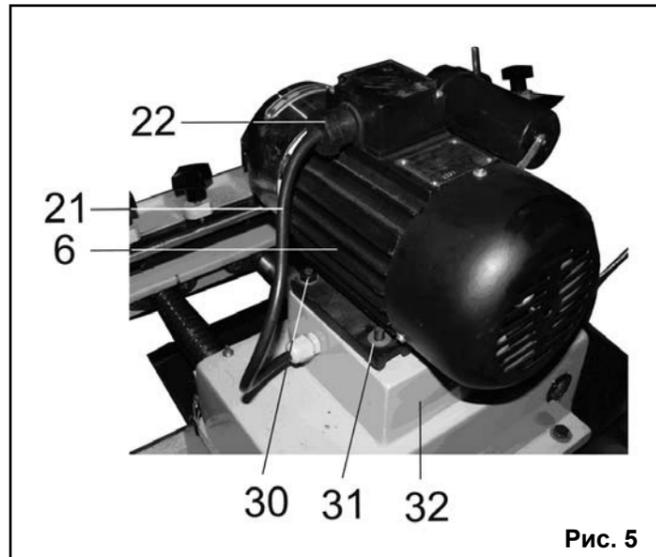

Рис. 5
8.2.4. Как показано на Рис.5, установите и закрепите крышку клеммной коробки, и электрический провод (21) закрепите на штуцере (24) гайкой (22).